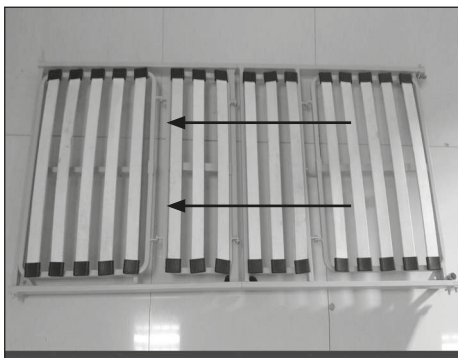

Fig.31
2. Unire a questo punto le due parti di rete allineandole e bloccandole con le 4 manopole (Fig.31)